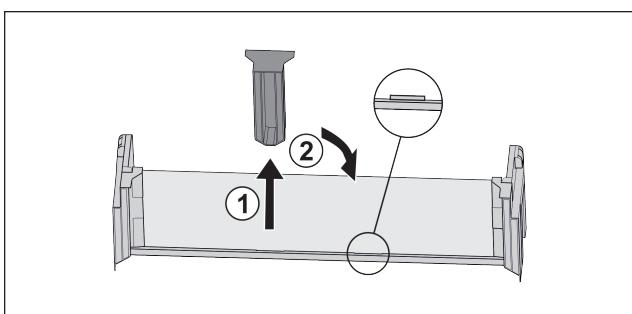

Fig. 24
► Snemite sredinski držalni del Fig. 24 (1).
► Sredinski držalni del vstavite na drugem položaju Fig. 24 (2).